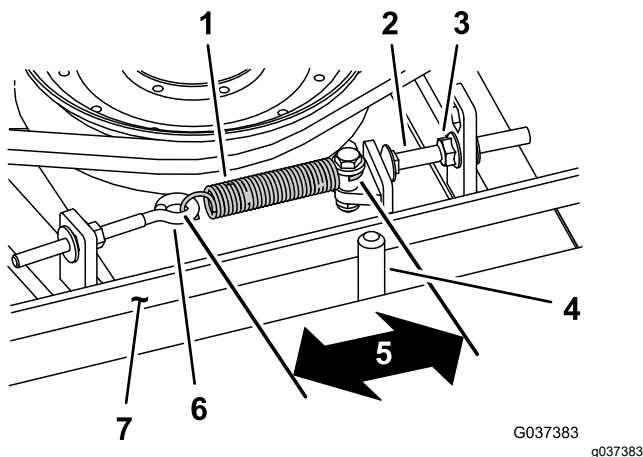

Рисунок 115
При правильном натяжении внутренняя длина пружины растяжения (между зацепами) должна быть приблизительно 8,3–9,5 см. После того, как будет достигнуто правильное натяжение пружины растяжения, отрегулируйте упорный болт (кадетный болт) так, чтобы между головкой болта и рычагом натяжного ролика оставался зазор 2–5 мм. (Рисунок 115).
Примечание: Убедитесь, что ремень расположен на направляющей ремня со стороны пружины (Рисунок 115).
2. Ослабьте рым-болт (Рисунок 115).
3. Ослабьте фланцевую гайку, которая крепит упорный болт к монтажному выступу, и отодвиньте натяжной ролик от ремня (Рисунок 115).
9. Подсоедините пружину растяжения (Рисунок 115) к рым-болту и натяните ремень следующим образом: